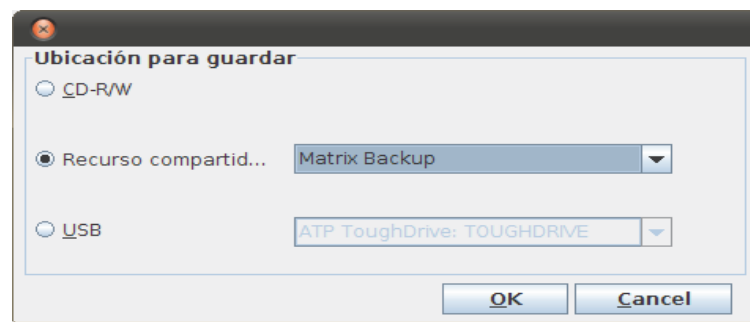

Figura 10-1 Cuadro de diálogo Ubicación para guardar (Restaurar base de datos)
2. En la sección Upgrade System (Actualizar sistema), seleccione el botón browse (examinar) (...) para seleccionar una ubicación para la actualización. A continuación, aparece el cuadro de diálogo Save location (Ubicación para guardar) (Figura 10-1).